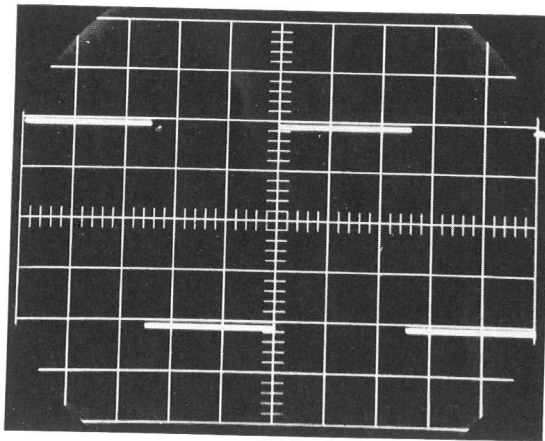

Abb. 14. Rechteckwiedergabe über den Messknopf bei 2 kHz
- Kontrollieren, ob die Rechteckwiedergabe in den Stellungen „50 mV/div.“ und „100 mV/div.“ mindestens so gut wie in Abb. 14 ist.